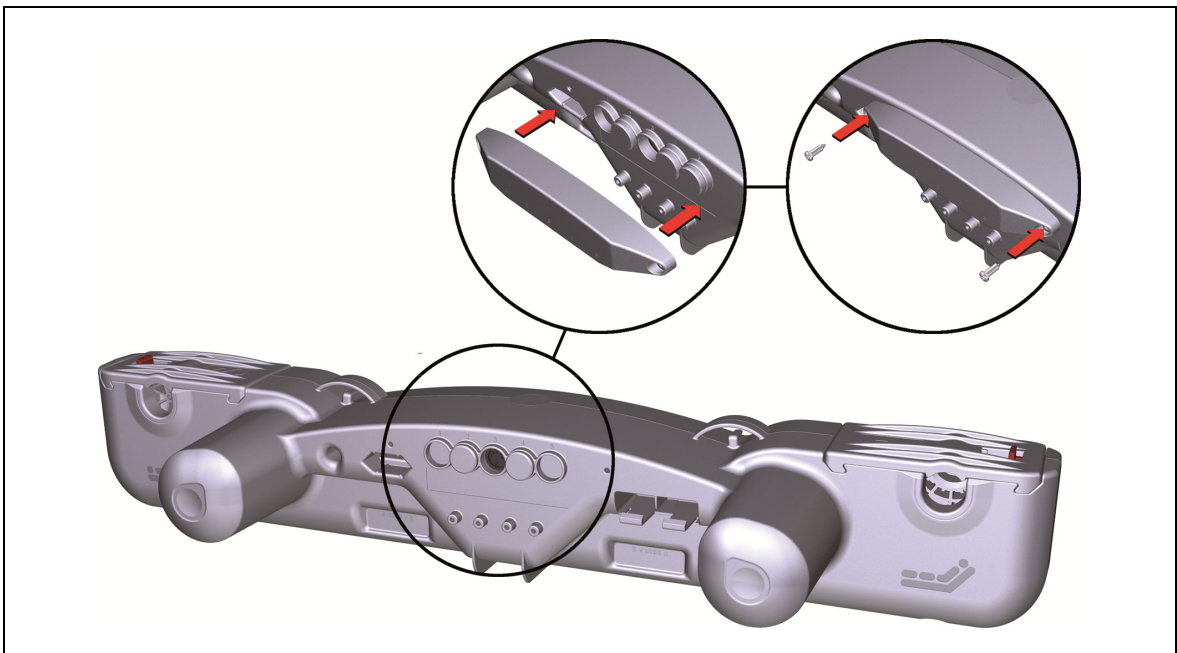

Abbildung 7 Montage der Positionen der optionalen Auszugsicherung
- 9 Montieren Sie die optionale Auszugsicherung über den Anschlussbuchsen (siehe Abbildung 7).
Die optionale Auszugsicherung schützt die Stecker vor ungewolltem Entfernen aus den Anschlussbuchsen. Die Auszugsicherung wird über den Anschlussbuchsen montiert und mit zwei Schrauben an den Antrieb angeschraubt, wie in Abbildung 7 gezeigt.